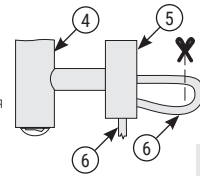

Рис.2
- 4.9. Для подключения через скрытую проводку необходимо обрезать провод, отступив от коробки скрытого подключения примерно 50 мм, и вытащить его внутрь (**рис. 2**).